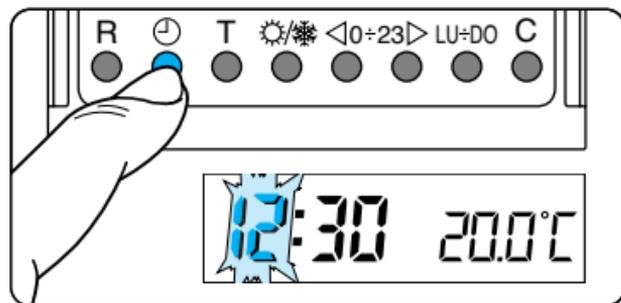

Fig. 14
3.4 -Premere il pulsante \ominus (fig. 14).